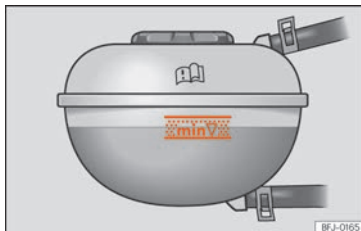

Abb. 244 Im Motorraum: Markierung an dem Motorkühlmittelausgleichsbehälter.
- Lesen Sie den Kühlmittelstand am Kühlmittelausgleichsbehälter ab. Der Kühlmittelstand muss bei kaltem Motor zwischen den Markierungen » Abb. 244 liegen. Bei warmem Motor kann er auch etwas über der oberen Markierung liegen.